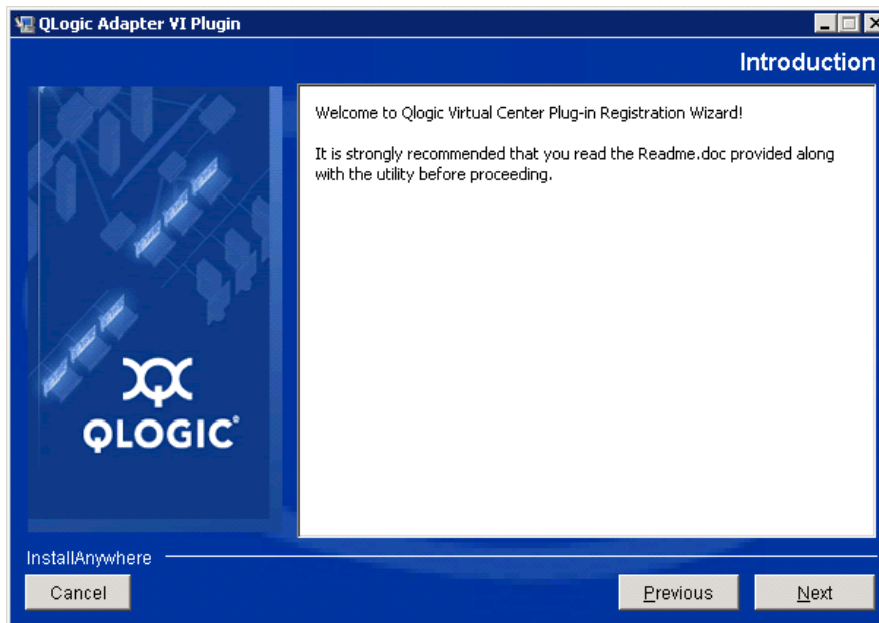

Figure 2-10. Assistant QLogic Adapter VI Plug-in : Introduction
3. Dans la fenêtre d'introduction de l'Assistant QLogic Adapter VI Plug-in (voir Figure 2-10), cliquez sur **Next** (Suivant).